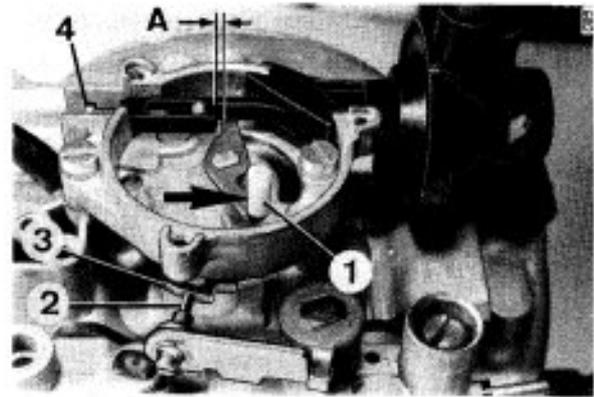

Bild 33
Einstellschraube (2) Bild 33 auf höchste Stufe der Stufenscheibe (3).
Schraube (2) gemäß Bild 33 auf höchste Stufe der Stufenscheibe (3).